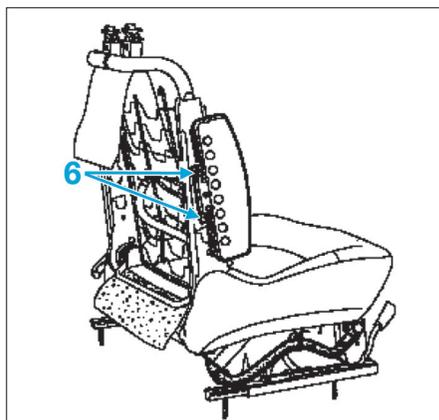

Fig. 10
- Déposer les deux vis de fixation (6) du module airbag (Fig.10).